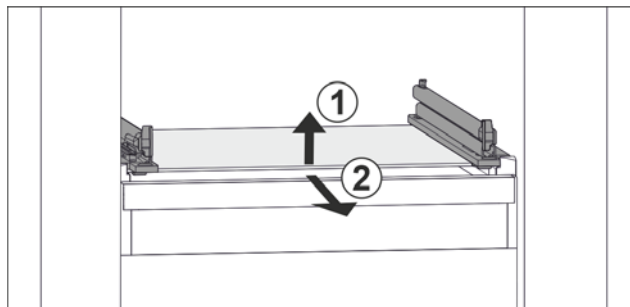

Fig. 140 Примерное отображение стеклнной пластины
- ▶ Приподнимите стеклнную пластину спереди. Fig. 140 (1)
- ▶ Извлеките стеклнную пластину движением вперед. Fig. 140 (2)